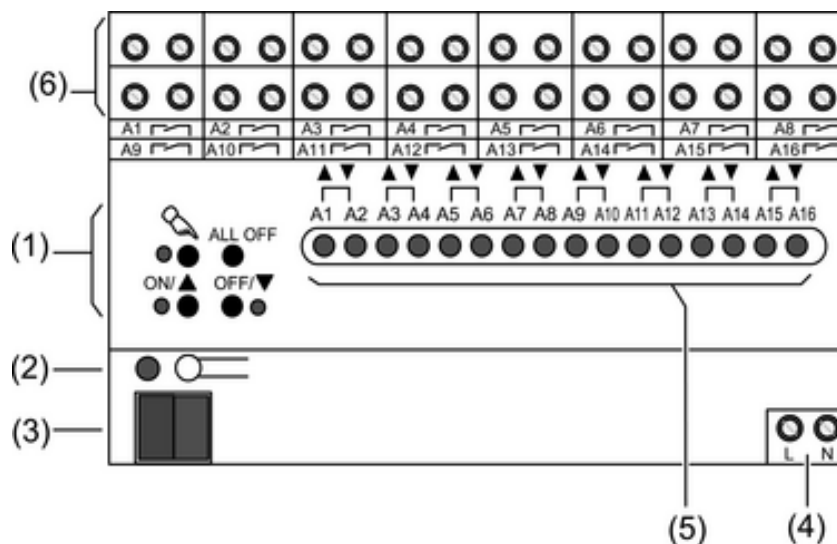

Figura 1
Los LEDs de estado **A1... (5)** muestran los estados de las salidas (figura 1).